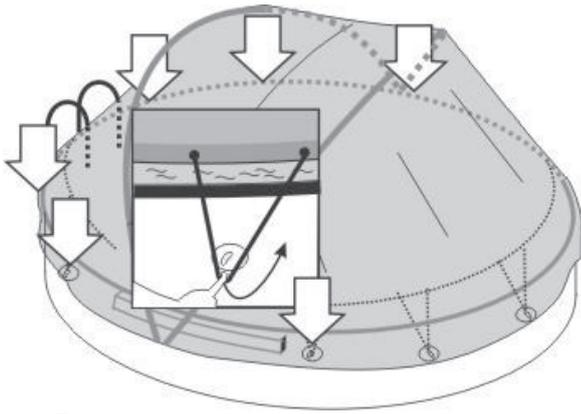

Abb. 10.1
- Die Gummiseile (8) auf der ganzen Hälfte der Einstiegsseite und noch im Bereich des „C“ Profils lösen. (Abb. 10.1)